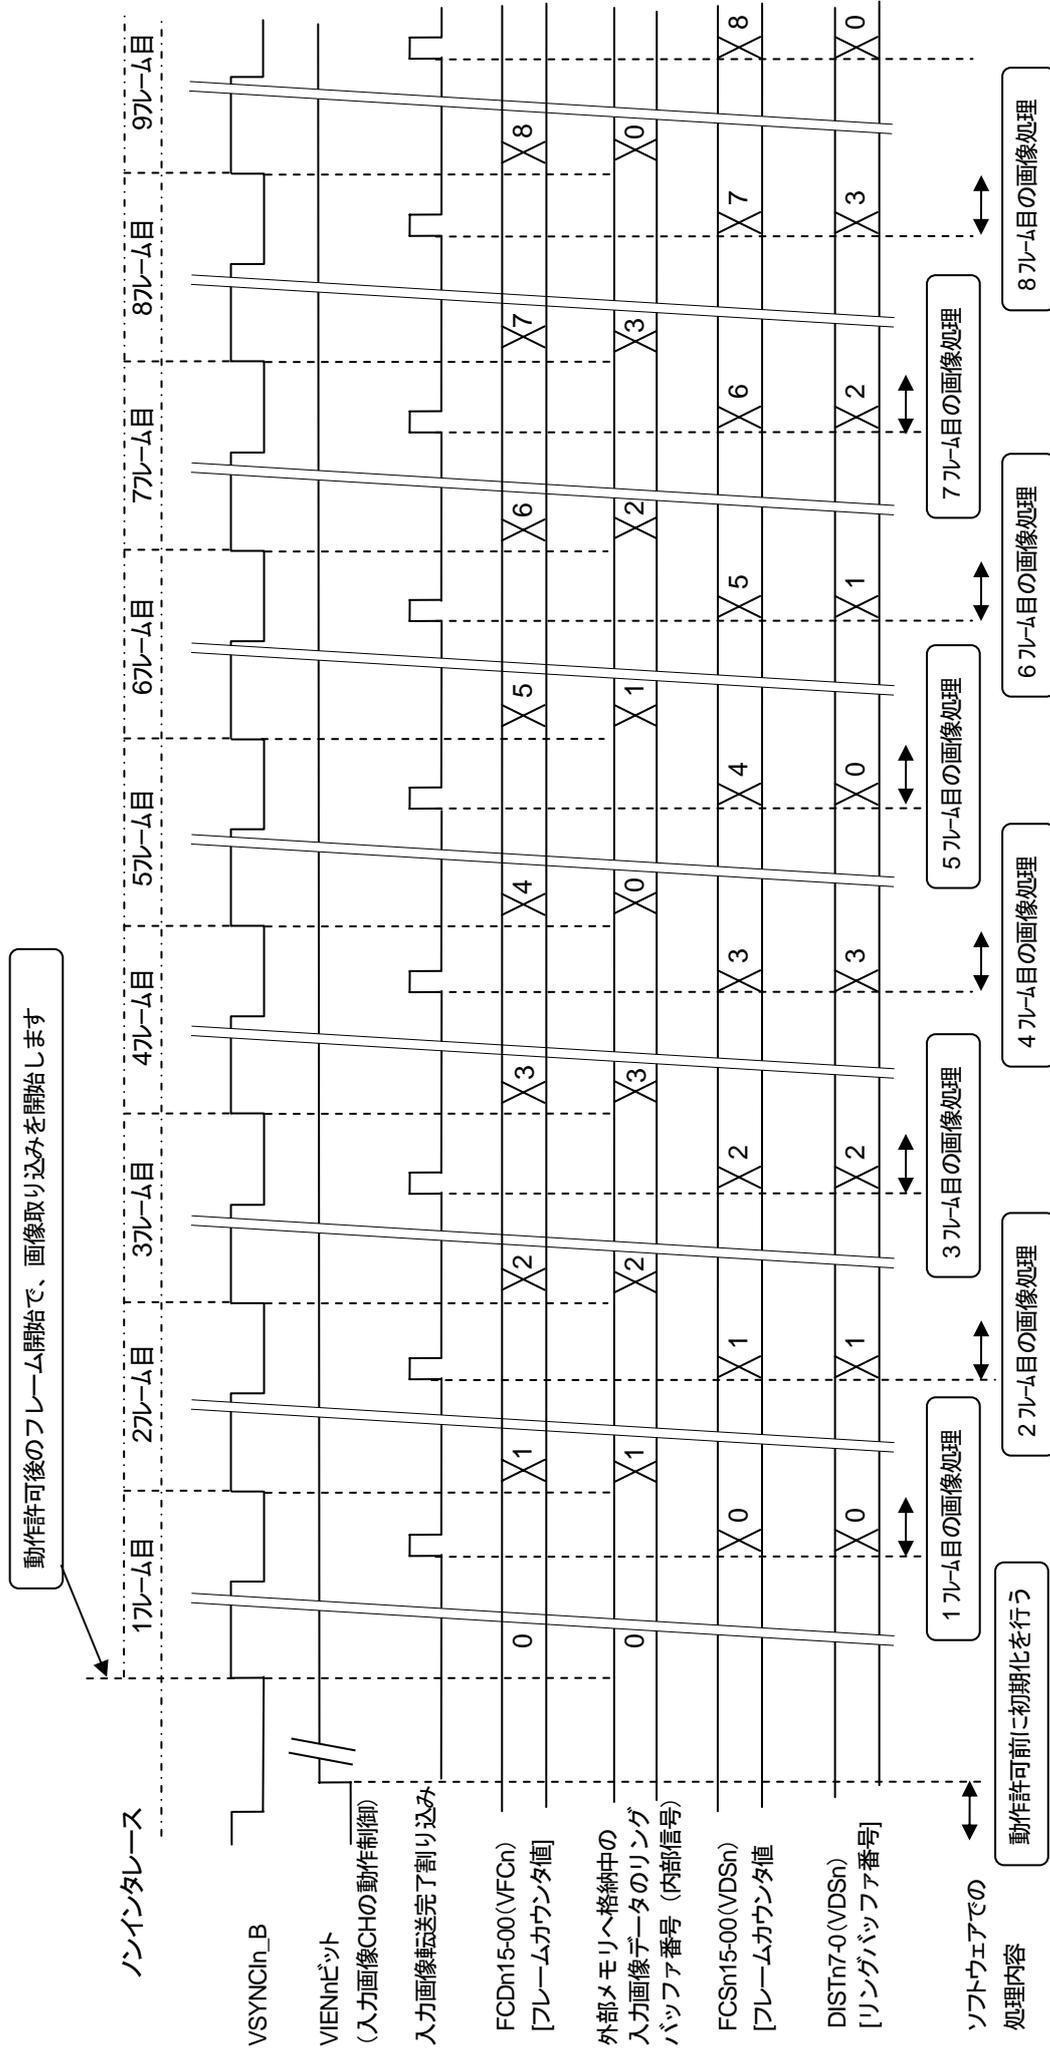

図 10-14 入力画像 CH の動作許可時の動作 (ノンインターレース/リングバッファ数=4)
- 図 10-14 入力画像 CH の動作許可時の動作 (ノンインターレース/リングバッファ数=4)